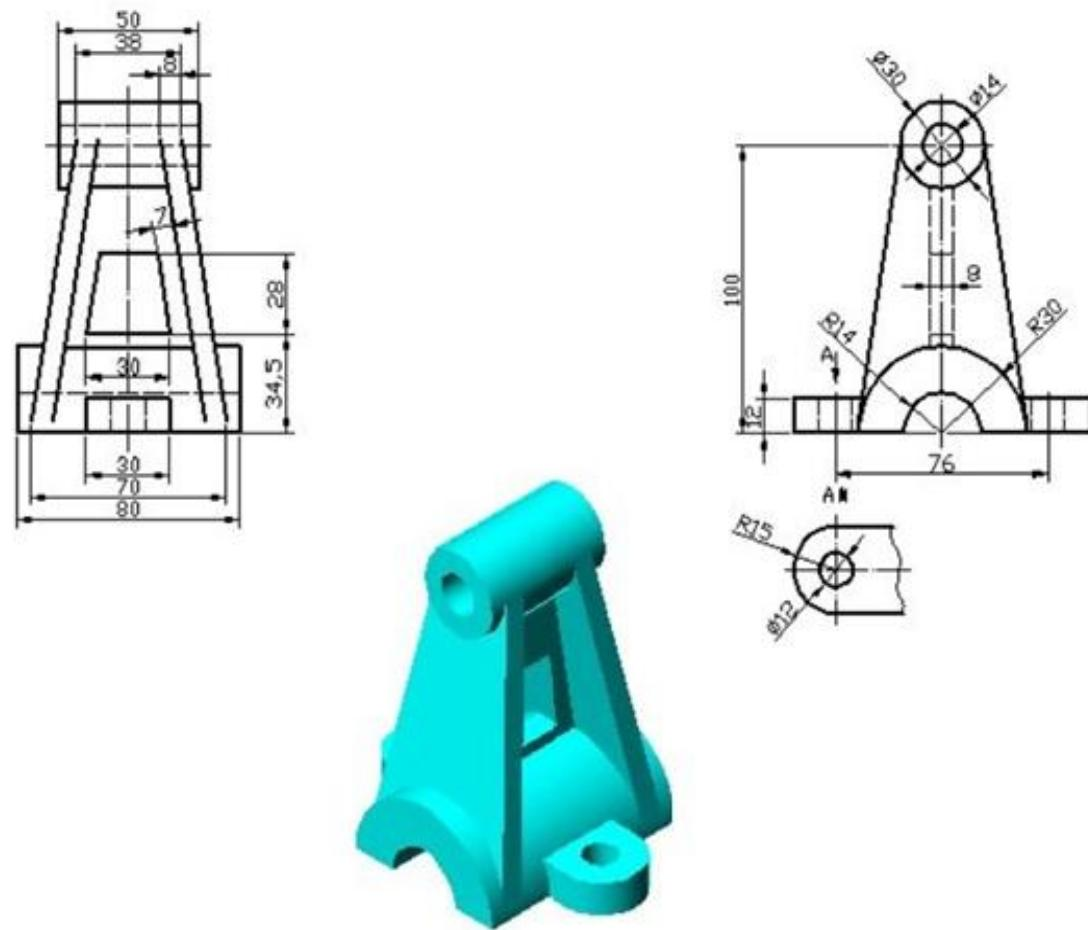

图 J1-6 三维零件 6
- ①在盘下建立考生文件夹，文件夹名称为“场次-工位号”，所有文件必须保存在考生文件夹中，否则记零分；
- ②文件名称为“J1-6”，保存在考生文件夹中；
- ③根据图 J1-6 所示尺寸完成三维建模；
- ④隐藏草图和创建的基准平面；
- ⑤考试过程中注意保存，考核结束时考试应立即停止操作，不得关闭电脑，离开考场。